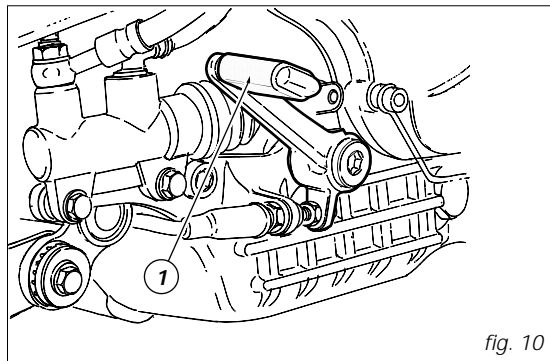

fig. 10
*Pédale de commande frein arrière (fig. 10)*